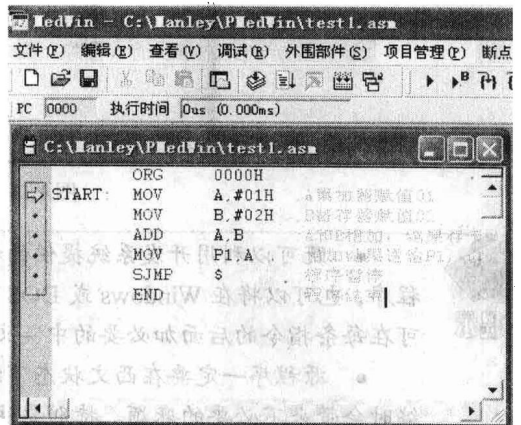

图 1.17 代码装入后的程序窗口
③ 产生代码并装入仿真器。在“项目管理”命令菜单中选择“产生代码并装入”，可将生成的文件源代码装入（Load）单片机开发系统的仿真 RAM 中，如图 1.17 所示。计算机屏幕显示的源程序的前面会出现小圆点及黄色箭头，表示该程序是可执行程序，黄色箭头指示的是下一条将要执行的指令。